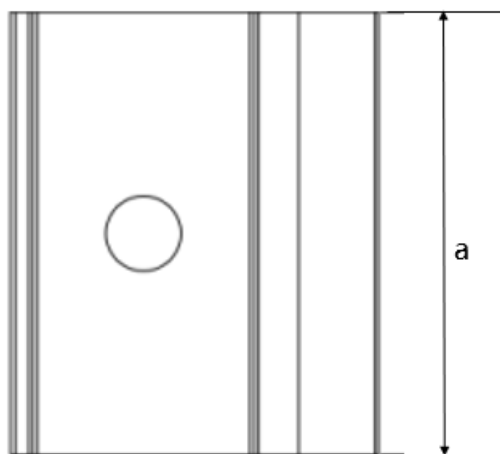
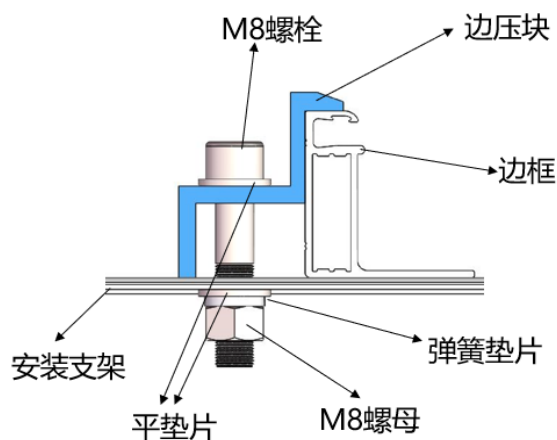

图 7 边压块俯视图
图 9 边压块安装示意图
①将组件置于两条支架之上（不提供）。支架必须使用不锈钢材料或做过防腐处理（如热镀锌处理）。每块光伏组件至少需要 4 个压块去固定，在安装过程中，请勿让压块直接接触玻璃及让边框变形，否则会导致组件破损。
②务必避免因夹具形成的阴影对组件造成遮挡效应。漏水孔不能被夹具遮挡。夹具必须与组件边框保持至少 8mm 但不超过 11mm 的重叠部分（保证组件可靠安装的前提下可以变更夹具截面）。
③支架与组件边框接触的上表面需有一个与 M8 螺栓匹配的凹槽。
④若支架上无凹槽，则需在上述提到的位置钻一个直径大小合适的孔，以便螺栓固定。
⑤确保每个压块的安装顺序为平垫圈、弹簧垫圈、螺母。
⑥图 7、8 为压块示意图，图 9、图 10 所示为压块安装示意图。压块的尺寸为 $a \geq 60 \text{ mm}$, $b \geq 16 \text{ mm}$, $c \geq 5 \text{ mm}$, $d \geq 8 \text{ mm}$, $e \geq 15 \text{ mm}$, $\phi = 9 \text{ mm}$, 压块厚度 $\geq 3 \text{ mm}$ 。当螺栓和螺丝为 8.8 等级时，推荐收紧扭矩为 $17 \sim 23 \text{ N} \cdot \text{m}$ 。